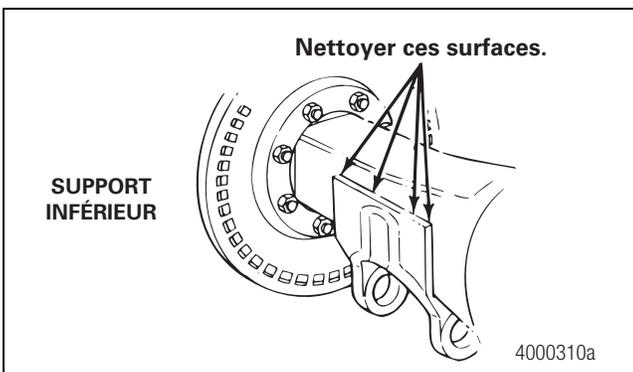
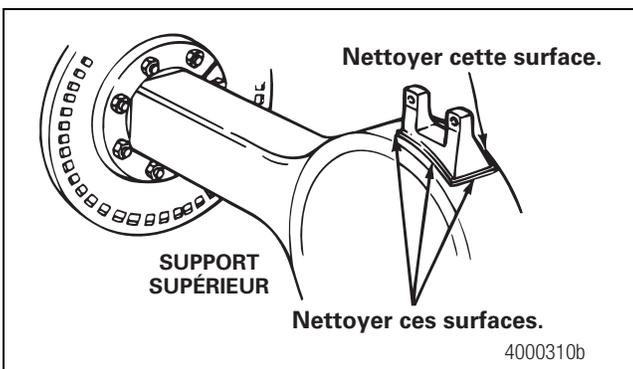

Figure 4.10
Figure 4.11
5. Pour effectuer une soudure de réparation sur les supports de suspension, nettoyer les supports de suspension supérieur et inférieur ainsi que les surfaces adjacentes aux supports. Utiliser une brosse métallique et un solvant de nettoyage pour éliminer de ces surfaces la saleté et la graisse. Figure 4.10 et Figure 4.11.